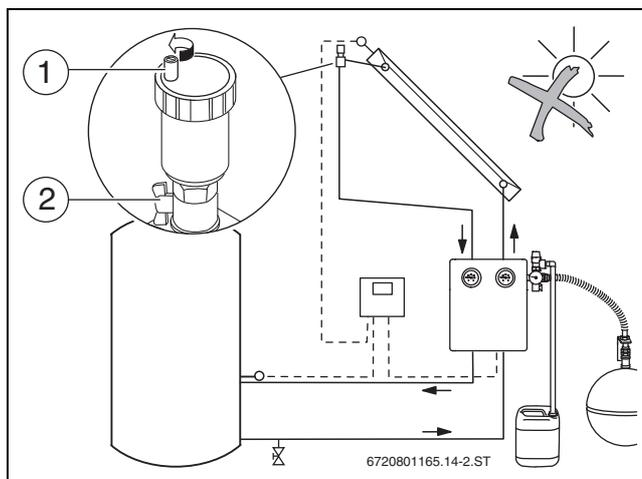

Bild 41 Entlüfter öffnen
- ▶ Rechten Kugelhahn [2] an der Solarstation und Kugelhahn am Entlüfter (→ Bild 41, [2]) schließen.